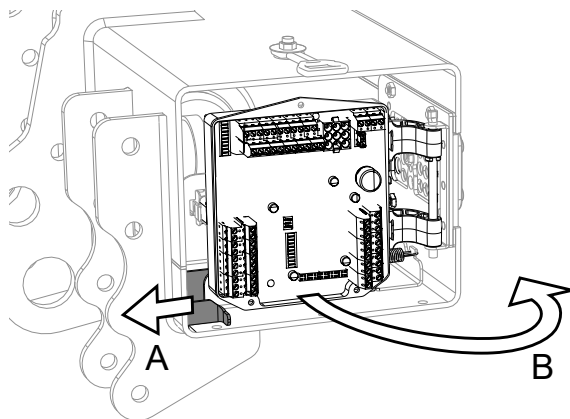
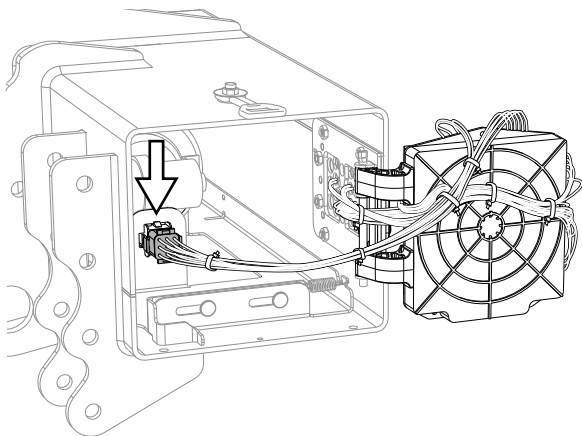

Bild 18. Frigöringsreglage
Bild 19. Anslutningskontakt
3. Vik ut styrkortet/reläkortet (B) och lossa kablaget vid kontakten på hydraulaggregatet, se Bild 18 och Bild 19.